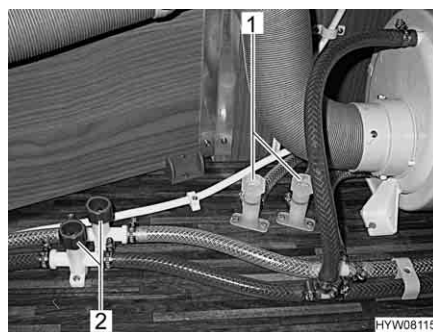

Fig. 84 Rubinetti di scarico per scaldacqua
- Chiudere tutti i rubinetti di scarico. Ruotare i coperchi (Fig. 84,1 e 2) in senso orario.
- Aprire tutti i rubinetti di scarico. A tal fine ruotare i coperchi (Fig. 84, 1 e 2) in senso antiorario.